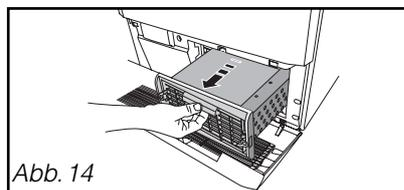

Abb. 14
- Ziehen Sie ihn vorsichtig heraus (Abb.14).